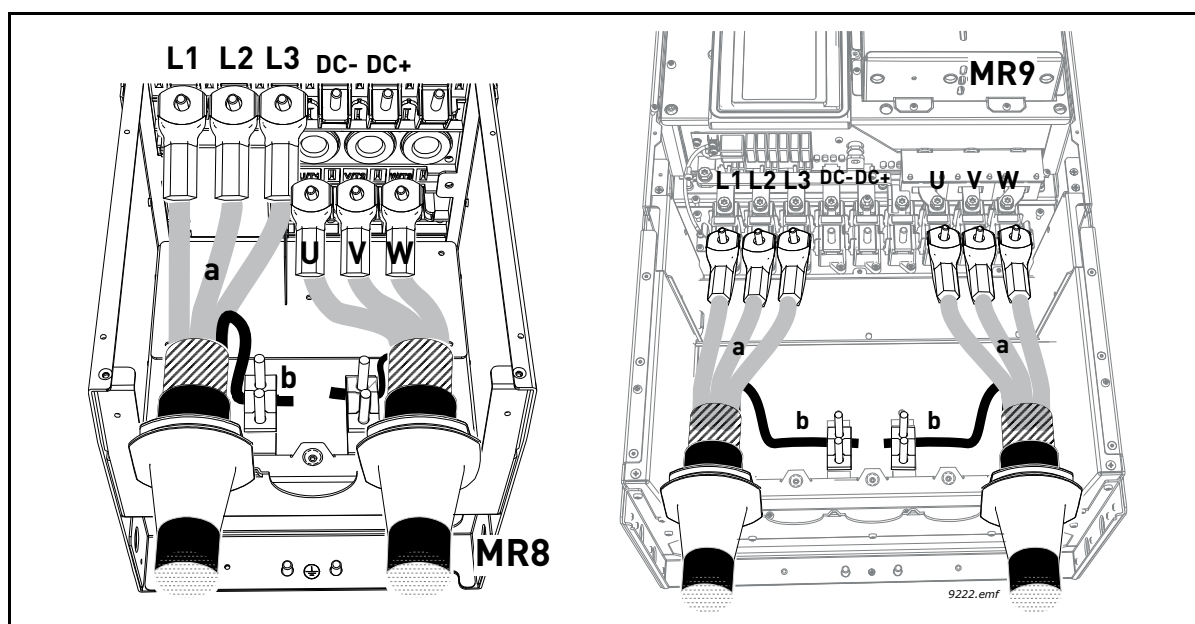

Figure 42.
- Torsadez le reste du blindage des autres câbles pour les raccorder à la terre avec les colliers fournis dans la trousse d'accessoires, comme illustré à la figure 42 (b).